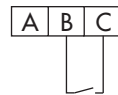

Fig. 15: Elanslutningar
3. Anslut kablarna till terminalerna enligt kopplingsschemat till kapslingens plintar (se Fig. 15 på sidan 53).